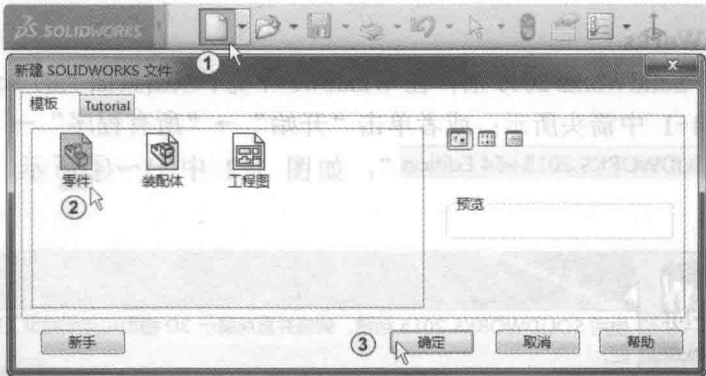

图 1-4 新建文件
单击工具栏中的“新建”按钮，如图 1-4 中①所示；或者按组合键<Ctrl+N>。系统弹出“新建 SolidWorks 文件”对话框，在新建文件对话框中有“零件”“装配体”“工程图”3 种格式的文件可以选择创建。单击“零件”按钮，再单击“确定”按钮完成新文件创建的操作，如图 1-4 中②③所示。